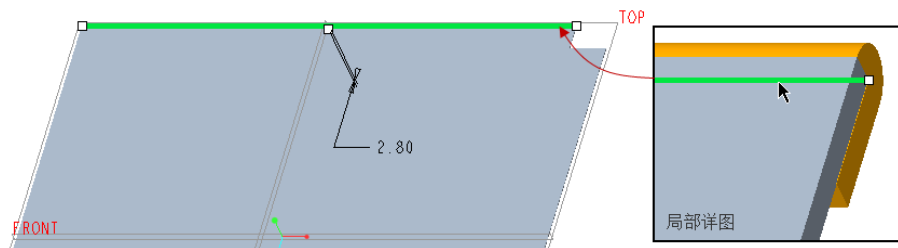

图 6-7 指定连接边
(1) 在功能区“模型”选项卡的“形状”组中单击 (法兰) 按钮，打开“凸缘”选项卡。
(2) 指定法兰壁的轮廓形状选项为“平齐的”。
(3) 选择连接边，如图 6-7 所示。